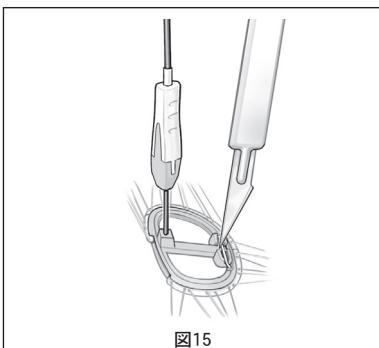

図15
- ホルダーの後尖部に糸固定用の溝の付いた突出部が1つあります(図15)。
- この突出部にある保持糸をメスでカットします(図15)。これによりホルダーがリングから外れます。